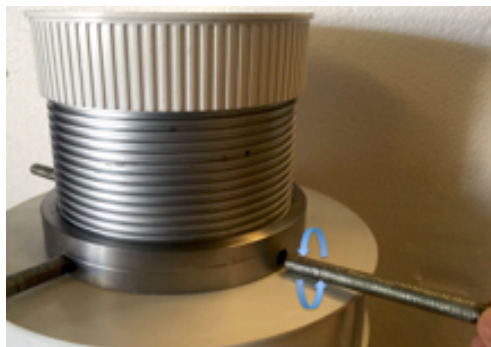

Fig. 1
- Ne retirez pas l'ensemble hermétique (couvercle (1) et anneau (3)) pour l'installation en retirant au préalable la porte ; cela évitera l'entrée de substances risquant d'endommager le système d'ouverture.
- Placez les 4 axes de sécurité (6) en les vissant à l'anneau de sécurité (Fig. 1).